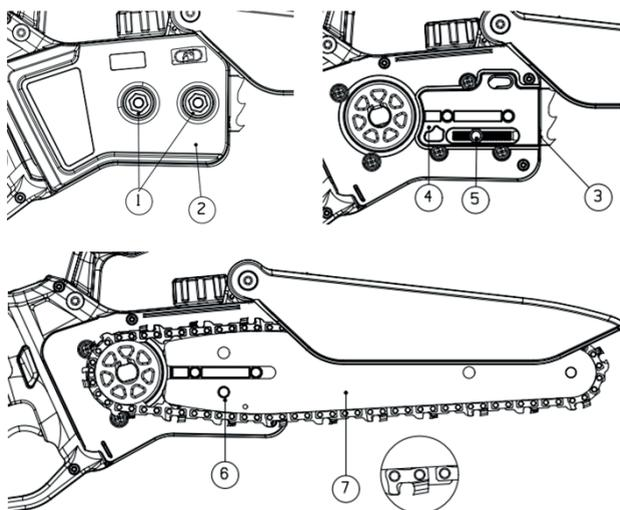

Figure 8
- Tournez les écrous (1) dans le sens inverse des aiguilles d'une montre et retirez la plaque de protection du pignon (2) (Figure 8)
- Dévissez le boulon de réglage de tension (3) pour desserrer la chaîne (Figure 8)
- Vissez le boulon de réglage de la tension pour augmenter la tension de la chaîne ou dévissez le boulon de réglage de la tension (3) pour diminuer la tension de la chaîne (Figure 8)
- Positionner la plaque de protection du pignon (2) et serrer les écrous de blocage (1) (Figure 8)
- Ajustez le boulon de réglage de la tension (3), placez la barre sur le corps de la scie à chaîne (4) et insérez la colonne de fixation de la barre (5) dans le trou de fixation (6) sur la barre (Figure 8)